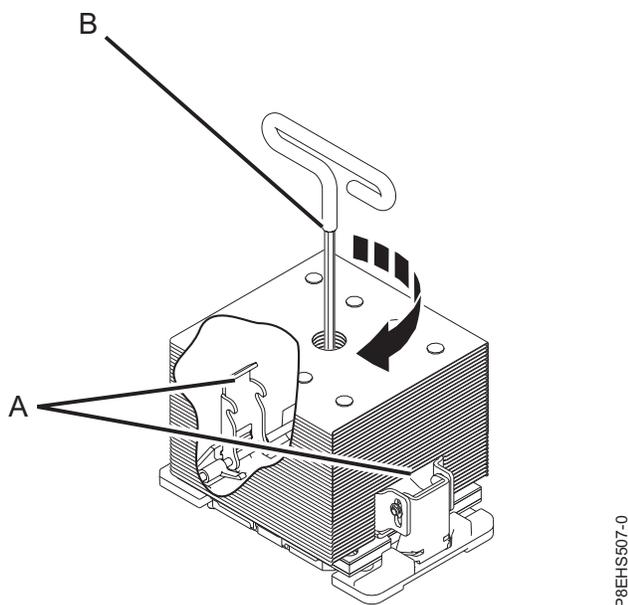

Figura 111. Apertando o parafuso de carga central no dissipador de calor
- a. Assegure-se de que os braços de carregamento do dissipador de calor estejam encaixados, conforme mostrado por **(A)** em Figura 111 na página 108.
- b. Aperte o parafuso de carregamento central usando a chave sextavada fornecida, conforme mostrado por **(B)** em Figura 111 na página 108 até que uma parada firme seja atingida. Se o dissipador de calor se move visivelmente, os braços de carregamento não estão encaixados. Solte o parafuso de carga central e repita esta etapa novamente.